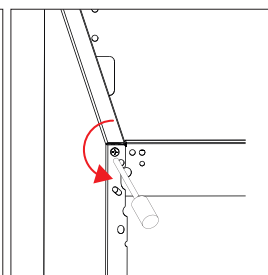

Fig. 11
- ▶ Afloje el tornillo de la izquierda de la carcasa con un destornillador de estrella y cámbielo al lado derecho de la carcasa (fig. 11).